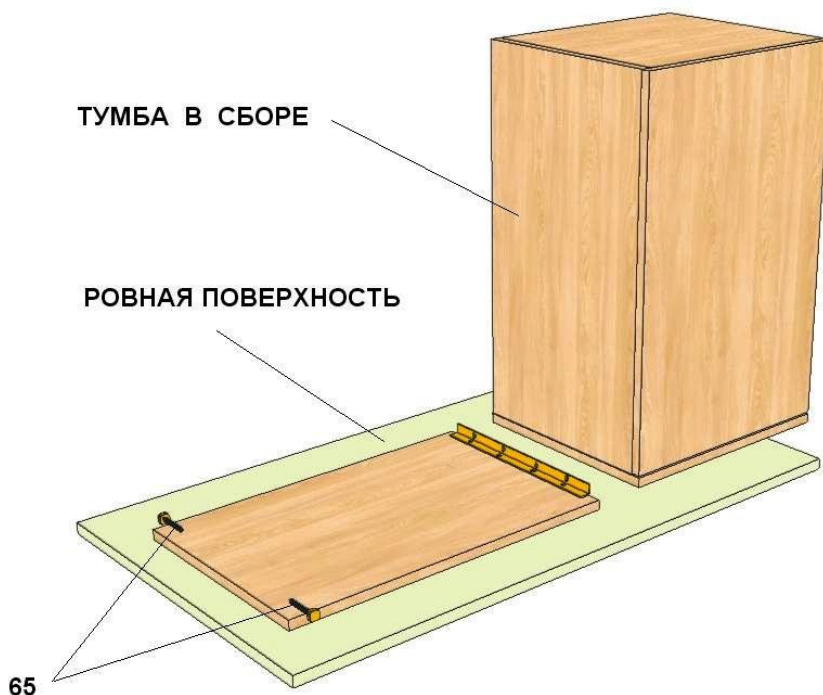

Рис.2
Примечание: Данную операцию легко выполнить, установив тумбу и выдвижную панель как показано на рис. 2.
7. Установить по разметке две направляющие оси **65** в сборе с роликом на выдвижную панель **29** (см. рис.2) и закрепить саморезами 3,5x16 (4шт.).
Условие правильной установки рояльной петли: планка и рояльная петля устанавливаются друг к другу плоскостями, на которых нанесен штамп ВЕРХ (рис.2)